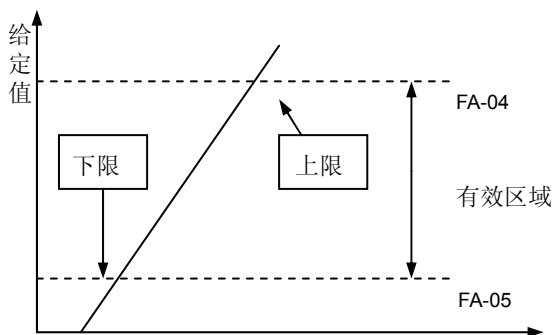

图 6-38 给定值限制
如图 6-38 所示。
- 此组功能参数用于设定摆动运行频率的摆动范围和加减速时间。如图 6-38 所示。